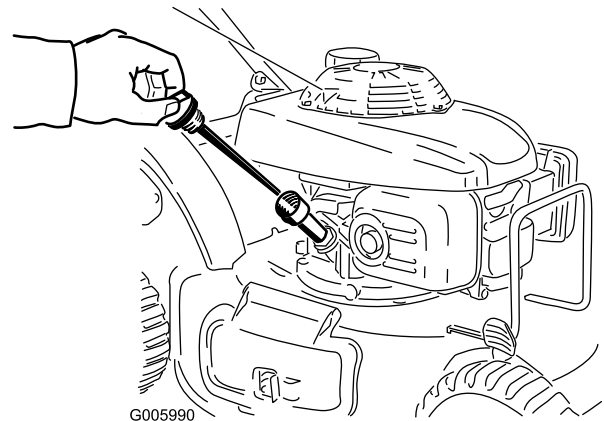

Figure 19
1. Retirez la jauge, essuyez-la sur un chiffon propre puis replacez-la dans le goulot de remplissage, **sans la visser** (Figure 19).
2. Sortez de nouveau la jauge et contrôlez le niveau d'huile (Figure 19).
S'il n'y a pas de trace d'huile sur la jauge, versez de l'huile **avec précaution** dans le tube de remplissage, en vérifiant régulièrement le niveau sur la jauge, jusqu'à ce que la jauge indique que le moteur est plein, comme indiqué à la Figure 19. **Ne remplissez pas excessivement.** (Remplissage max. : 0.55 l, type : huile détergente SAE 30 de classe de service API , SH, SJ, SL ou supérieure.)